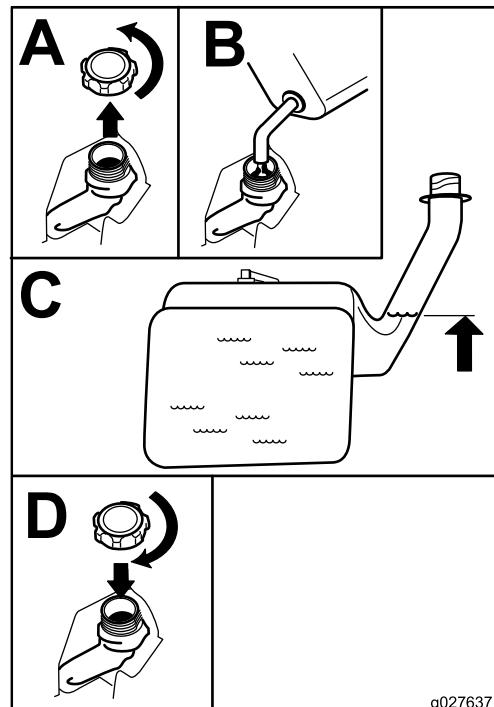

Bild 8
2. Füllen Sie **langsam** bleifreies Normalbenzin ein, bis die Unterseite des Einfüllstützens erreicht ist Bild 8.